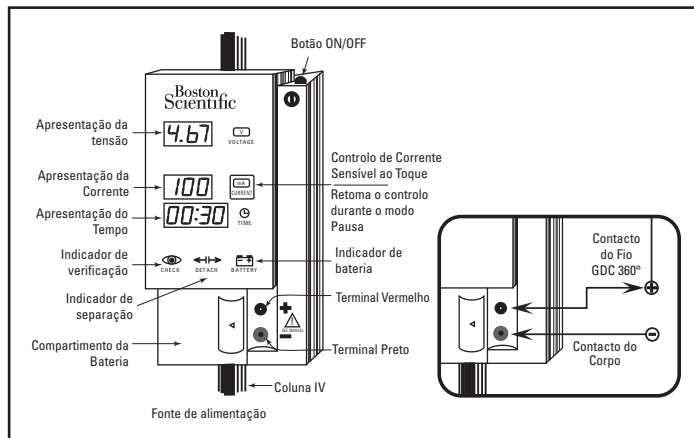

Figura 5. Fonte de alimentação para espiral destacável
- Prima o botão On/Off (Ligar/Desligar), localizado na parte superior direita da fonte de alimentação (Figura 5). Todos os indicadores irão acender-se e o sistema irá executar uma auto-verificação.